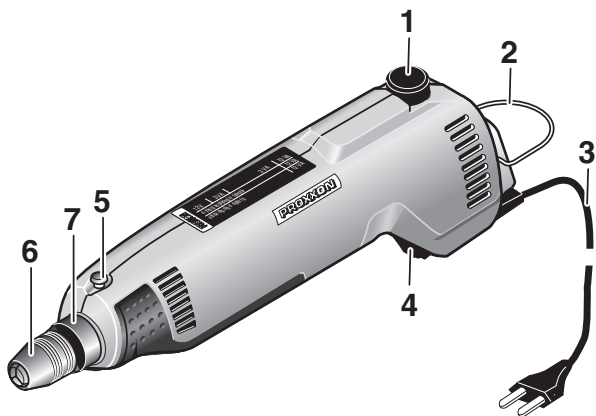

Fig. 1
1. Gerät am Schalter **4** (Fig. 1) einschalten und die der Arbeit entsprechende Drehzahl am Knopf **1** (Fig. 1) einstellen.